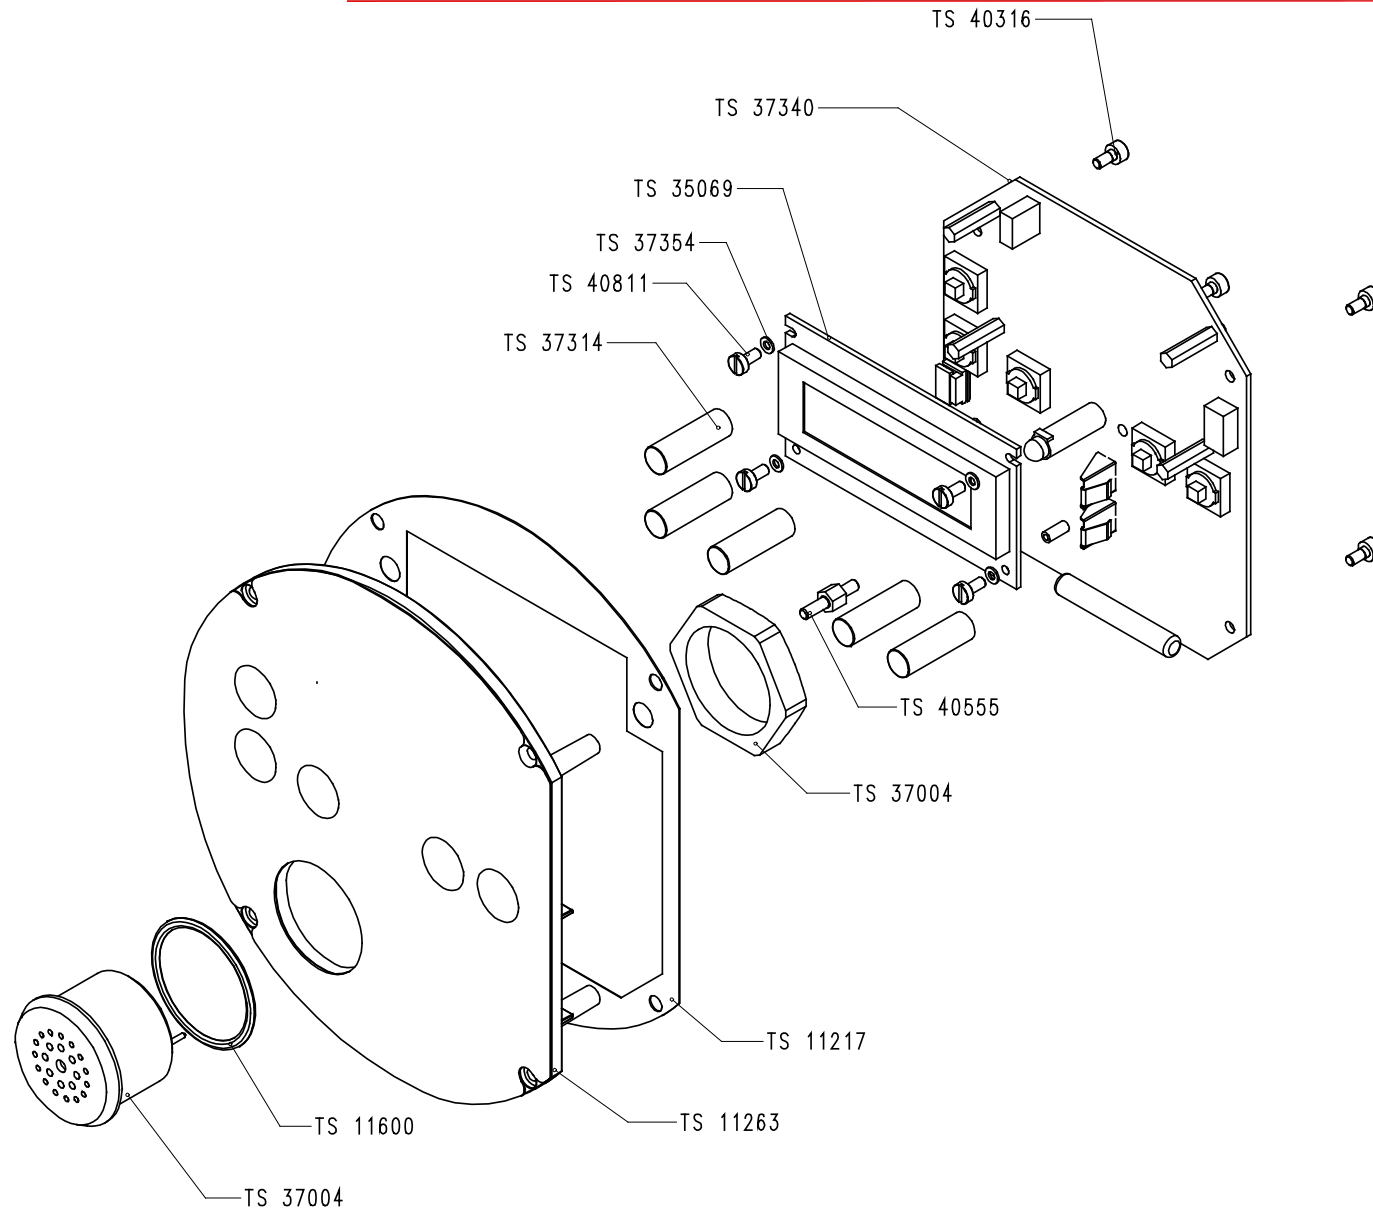

Figure 10-2: module d'affichage / traitement TS 10210, détails
- Figure 10-2: module d'affichage / traitement TS 10210, détails